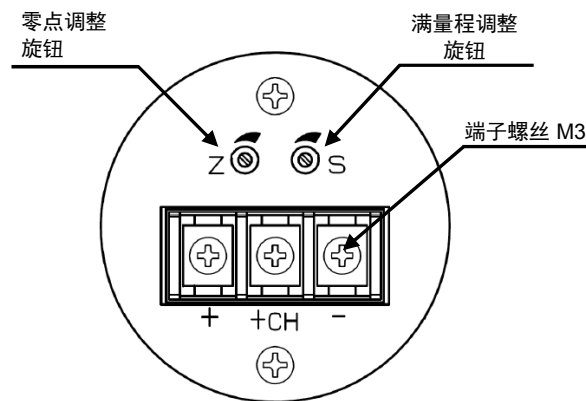

图10 端子箱内部
- 可在「+CH」端子与「-」端子间连接10Ω以下的电流计检查输出(图10)。